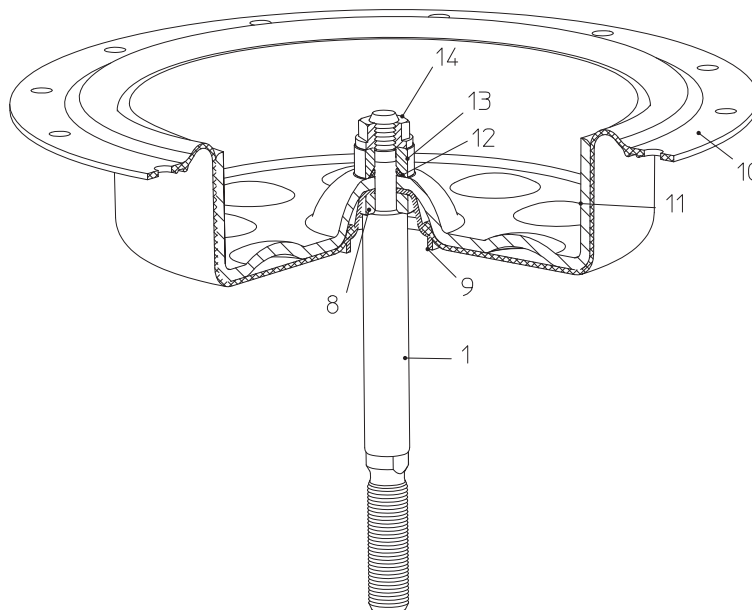
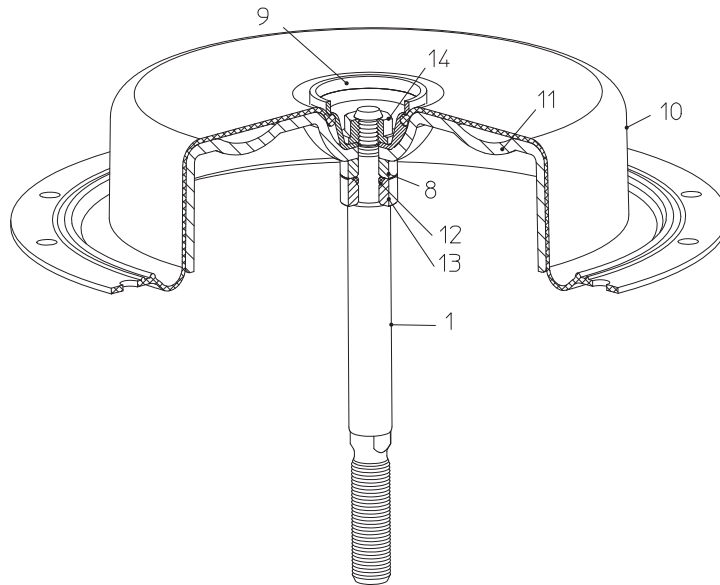
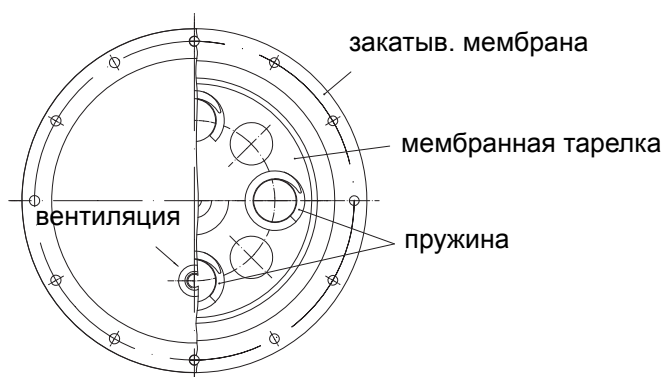

Рис. 21: „шпindel привода выдвигается за счет силы пружины“
Рис. 22: „шпindelь привода втягивается за счет силы пружины“
Рис. 23
- При установке узла в привод с принципом действия “шпindelь привода выдвигается за счет силы пружины” выпуклость мембранной тарелки (11) должна располагаться на одной линии с отверстием в закатывающейся мембране (10) и находиться точно над воздушным патрубком в днище мембраны (7) (Рис. 21 и Рис. 23).
- При установке узла в привод с принципом действия “шпindelь привода втягивается за счет силы пружины” выпуклость мембранной тарелки (11) должна располагаться на одной линии с отверстием в закатывающейся мембране (10) и находиться точно над воздушным патрубком в кожухе мембраны (18) (Рис. 22 и Рис. 23).
- Установите пружины (15) в центрирующие элементы мембранной тарелки (11).
- Следите за правильной посадкой пружин! (см. Рис. 23!)
- Уложите кожух мембраны (18) на пружины (15) и закрепите винтами.
- Установите мембранную тарелку (11) и закатывающуюся мембрану (10) в кожух мембраны (18).
- Насадите днище мембраны (7) вместе с направляющей (3) на шпindelь (1) и закрепите винтами. (момент затяжки см. п. 8.1)